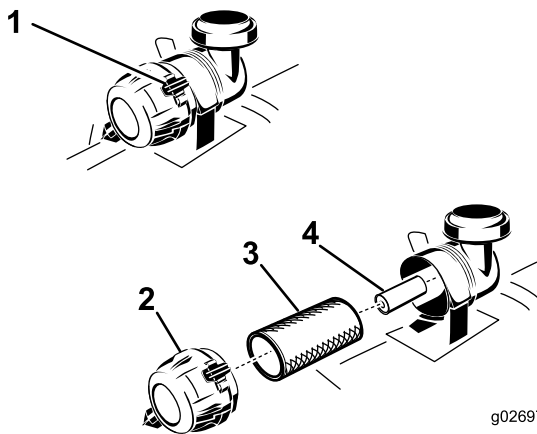

Figure 36
3. Appuyez sur les attaches du filtre à air pour les ouvrir et détachez le couvercle du boîtier du filtre à air (Figure 36).
5. Sortez le préfiltre du boîtier du filtre avec précaution (Figure 36).
- Si vous remplacez l'élément secondaire, insérez-le avec précaution dans le boîtier du filtre (Figure 36).
- Placez ensuite le préfiltre sur l'élément secondaire avec le même soin (Figure 36).
- Montez le couvercle, reniflard en bas, et tournez-le pour que les attaches verrouillent le couvercle en place (Figure 36).